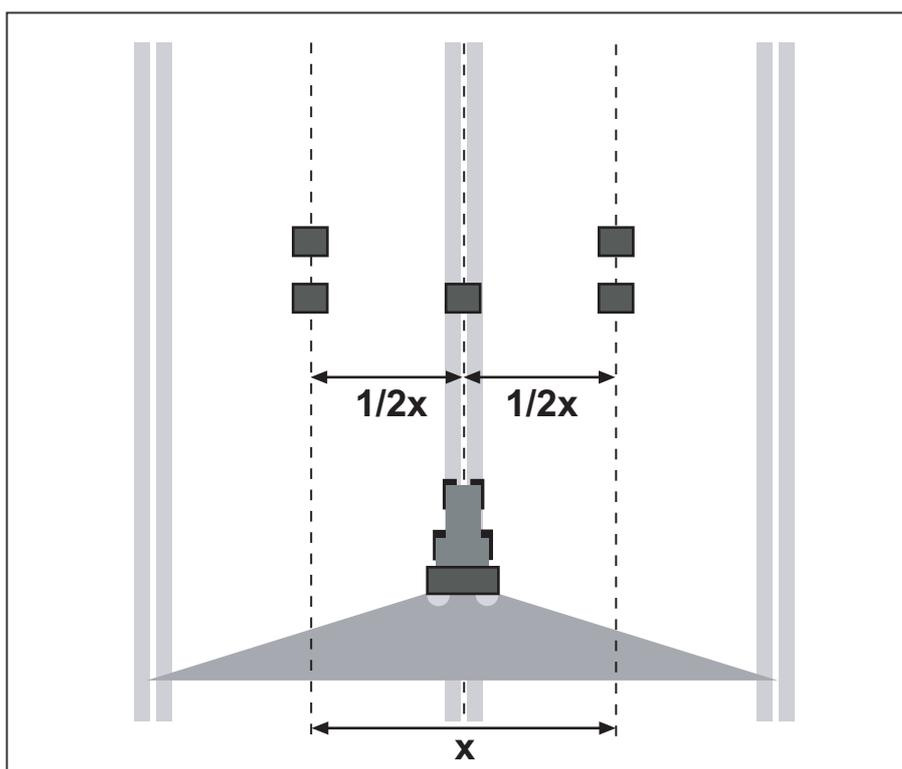

Figure 8.26 : Disposition pour un passage
- Installer deux bacs récupérateurs l'un derrière l'autre séparés à **1 m** de distance dans les zones de recouvrement (entre les passages de roue) et un bac récupérateur dans le passage du tracteur (selon figure 8.26).